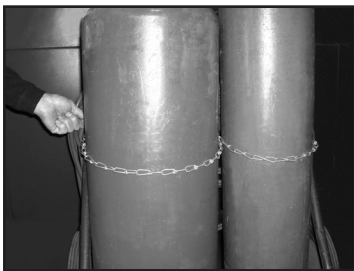

Figura 1
1. Coloque el cilindro donde lo va a utilizar. Manténgalo en posición vertical. Asegúrelo a un carrito de transporte, pared, banco de trabajo, poste etc., (Ver la figura 1).